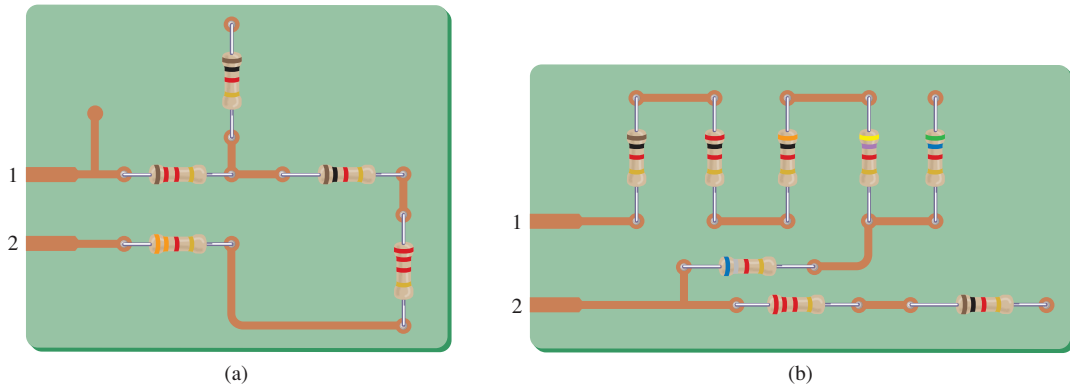

FIG. A4.87
3. Para cada tarjeta de circuito de la figura A4.87, determine la resistencia total entre las pestañas de conexión 1 y 2.